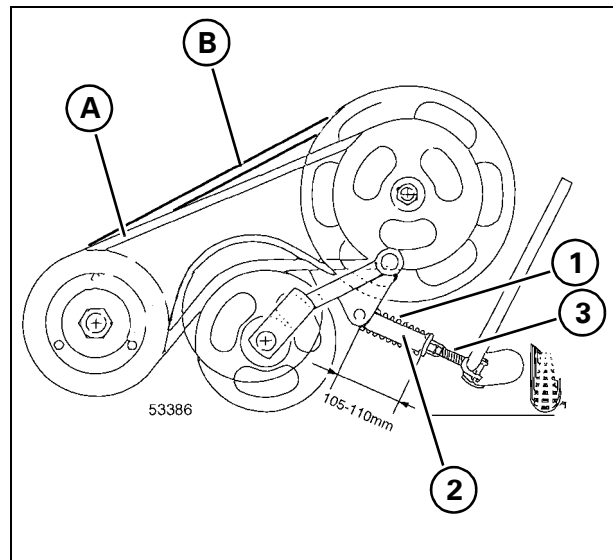

Рис. 6
3. РЕМЕННОЙ ПРИВОД ДЛЯ УНИВЕРСАЛЬНОГО ТРИЕРА - Рис. 6